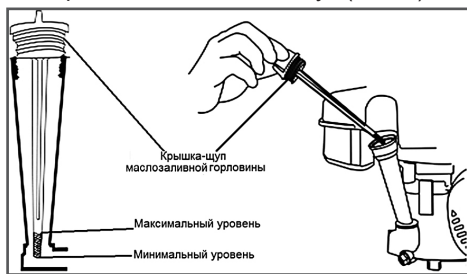

Рис. 9 Крышка-щуп маслосазливной горловины
2. Открутите крышку-щуп маслосазливной горловины и извлеките щуп (Рис. 9).
При недостаточном уровне масла в картере необходимо долить чистое масло до верхней отметки на щупе (Рис. 9).